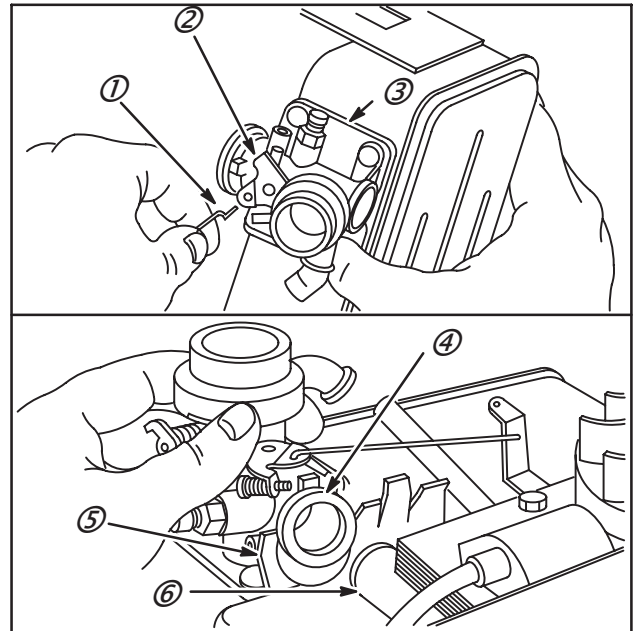

Fig. 53
1. Assembler le carburateur et un joint neuf (3) sur le réservoir.
2. Accrocher la biellette d'accélération (1) au levier d'accélération (2), Fig. 53.
3. Glisser le carburateur par-dessus l'encoche de la tôle de cylindre (5) et autour du tube d'admission (6).
4. Joint d'étanchéité (4) dans le corps de carburateur pour ne pas l'endommager au montage.